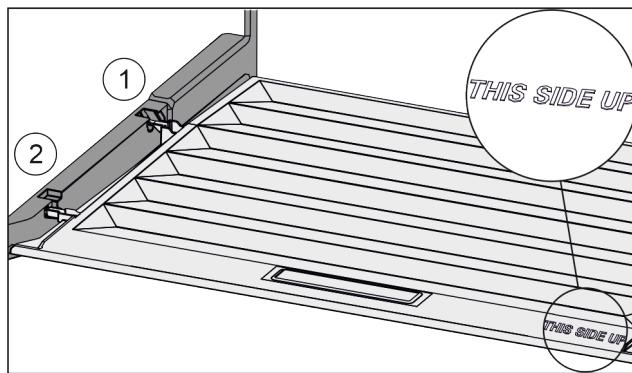

Fig. 27
- Вставить поперечные ребра крышки через отверстие заднего держателя Fig. 27 (1) и защелкнуть спереди в держателе Fig. 27 (2).